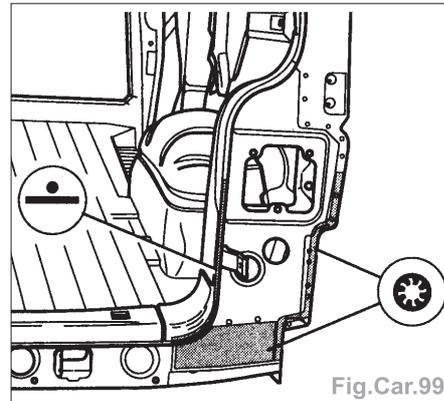

Fig.Car.99
- Souder la pièce neuve à la pointeuse électrique (Fig.Car.99).